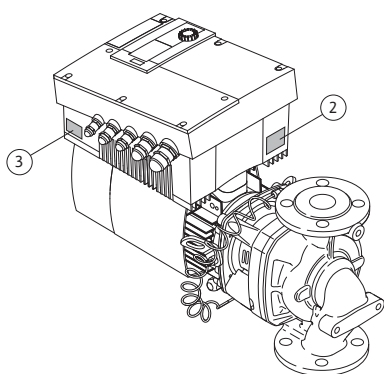

Fig. 12: Disposição das placas de identificação:
- A placa de identificação do accionamento encontra-se no módulo eletrónico, do lado das passagens dos cabos (Fig. 12, pos. 3). A ligação eléctrica deve ser estabelecida de acordo com as instruções da placa de identificação do accionamento.